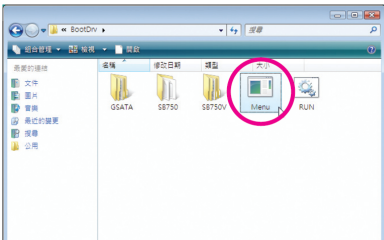
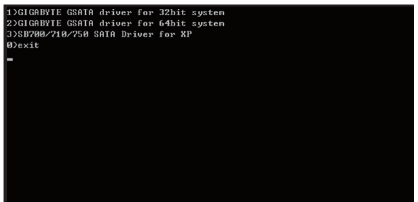

图 2
图 3
- 2：进入光盘中的“BootDrv”文件夹，双击“Menu.exe”文件(图 2)后会出现“命令提示符”画面，内含如图 3 所示的控制器菜单。)
- 3：放入空白磁盘。按下 SATA 控制器驱动程序代码后再按<Enter>键。以图 3 的菜单为例，请选择“3) SB700/710/750 SATA Driver for XP”。